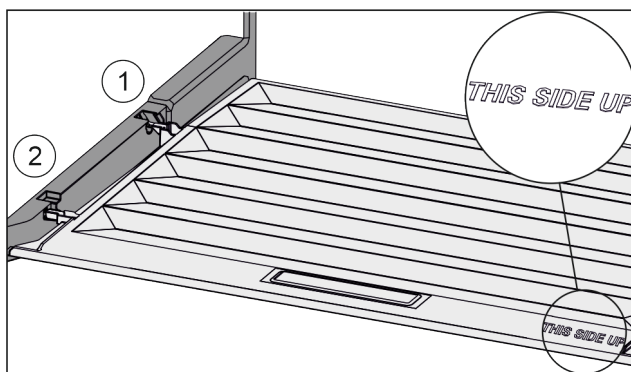

Fig. 91
- ▶ Ramiona pokrywy wprowadzić ponad otworem tylnego uchwytu Fig. 91 (1) i zazębić z przodu w uchwycie Fig. 91 (2).